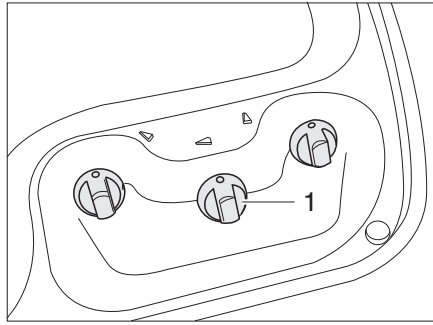
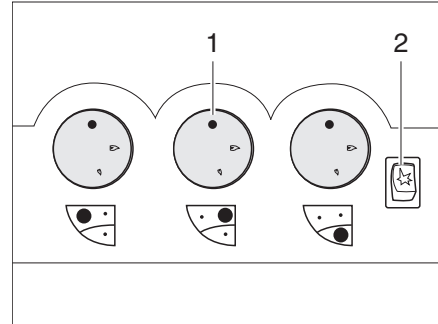

Bild 312 Reglage, knappar för gasspis (utan Piezo-tändknapp)
Bild 313 Reglage, knappar för gasspis (med Piezo-tändknapp)
- Vrid vridregulatorn (Bild 312,1 eller Bild 313,1) till önskad låga till tändningsläge (stor låga).
- Om en tändknapp (Bild 313,2) finns tillgänglig: Skapa en gnista genom att trycka på tändknappen.